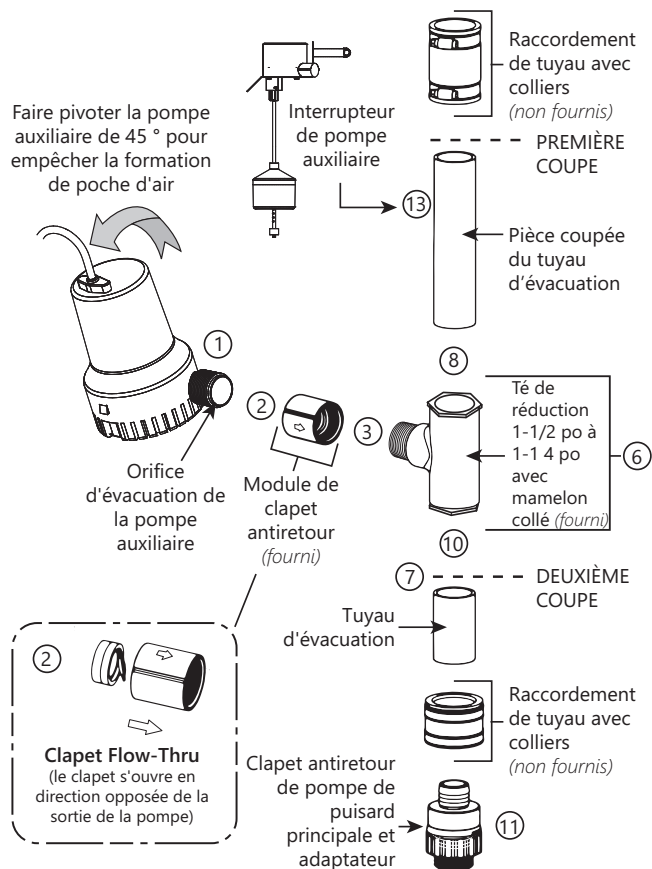

Figure 6. Méthode d'installation C
1. Appliquez deux (2) enroulements de bande de filetage sur tous les filetages.
2. Enfiler le clapet antiretour sur la sortie de la pompe auxiliaire en s'assurant que le boîtier du clapet et son rabat intérieur sont bien orientés. Voir l'encadré à la Figure 6.